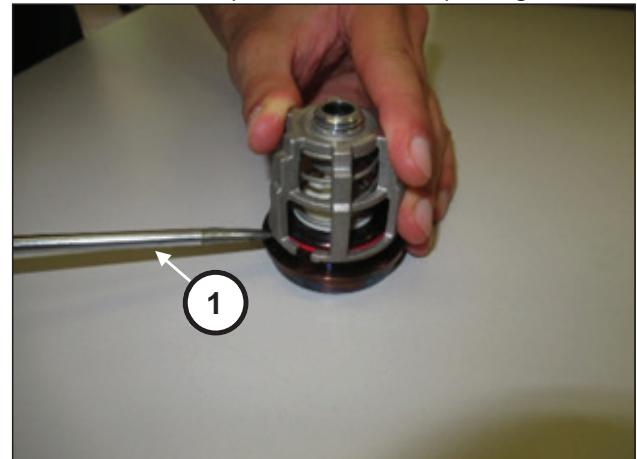

Fig. 114
Démonter les groupes soupape d'aspiration et refoulement en se servant d'outils simples comme levier (rep. ①, Fig. 114).